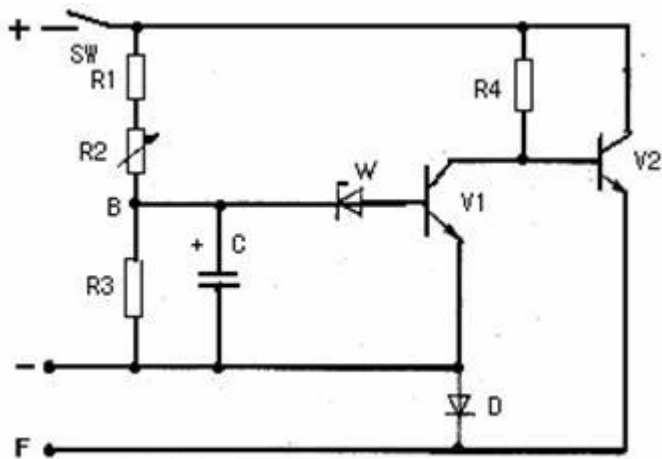

图 1—8 JFT121 晶体管电压调节器电路图
- 2) 依据图 1—8 所示电路图，在九孔板（见图 1—9）上合理分布插件并固定好。